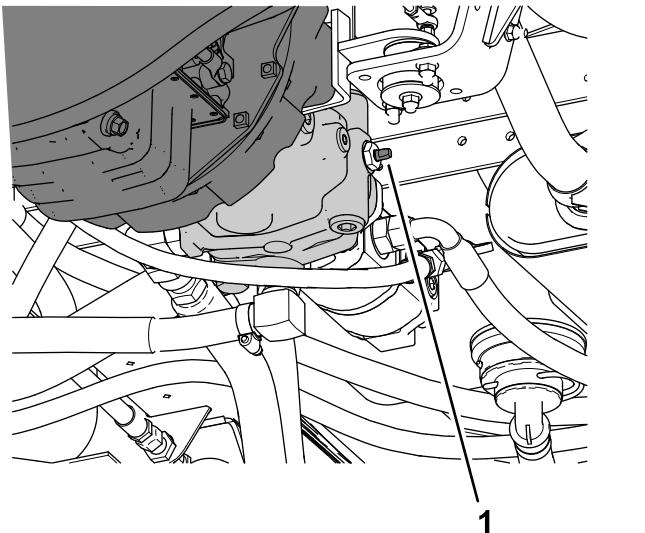

Figura 52
3. Ruotate la valvola di traino (Figura 52) di 90° in una direzione per aprirla.